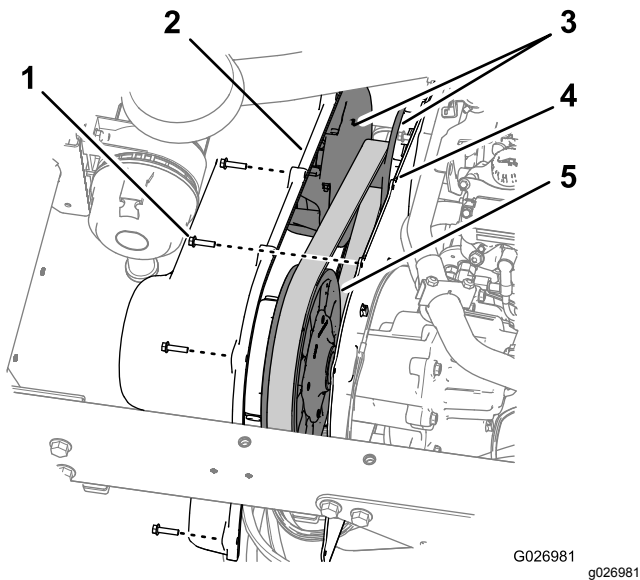

Figura 72
1. Retire os 9 parafusos de cabeça de anilha sextavada (¼ pol. x 1 pol.) que fixam a cobertura da transmissão à placa de montagem da transmissão (Figura 72).
5. Alinhe os orifícios na cobertura da transmissão com os orifícios na placa de montagem (Figura 72).
6. Fixe a cobertura à placa de montagem (Figura 72) com os nove parafusos de cabeça de anilha sextavada (¼ pol. x 1 pol.) que retirou no passo 1 e aperte os parafusos com 10,2 a 12,4 N·m.